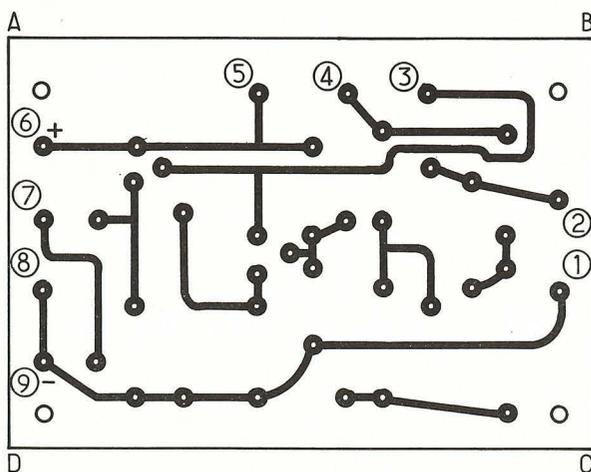
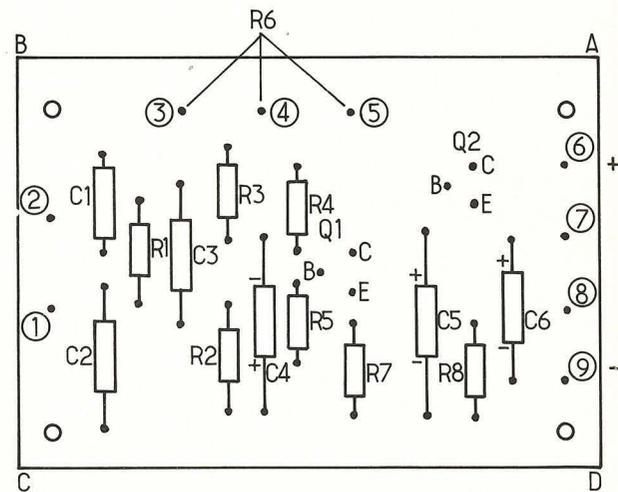
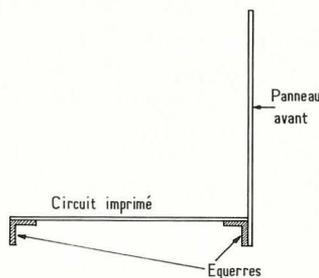

Figure 3
Figure 4
Figure 5
Les liaisons entre les deux plaquettes se feront aux points (1) à (9) comme on l'a précisé sur le schéma de la figure 1. Ces « points » sont représentés par des petits cercles noirs. Pour la platine, il faut réaliser un circuit imprimé conforme à celui de la figure 3. Actuellement, il existe dans le commerce des « kits » contenant tout ce qu'il faut pour réaliser soi-même des circuits imprimés, rapidement et économiquement.
Le plan de la figure 3 est celui de la face « cuivre » de la platine imprimée. Les « connexions » apparaissent en noir et la partie isolée en blanc. Les points de fixation sont représentés par les points A B C D qui permettent également le repérage des diverses connexions. La face vue sur la figure 3 est dite face « inférieure » ou face « cuivre ».
La même platine A B C D vue de l'autre face est montrée à la **figure 4**, où l'on voit l'implantation des composants. Les points de terminaison des connexions apparaissent symétriquement à ceux de la **figure 3**, donc A et D sont à droite, B et C à gauche.
A la **figure 5** on montre, vue de profil, la platine H des **figures 3** et **4** et le panneau vertical V sur lequel seront fixés ces composants de réglage, de commutation et de branchement aux dispositifs extérieurs.